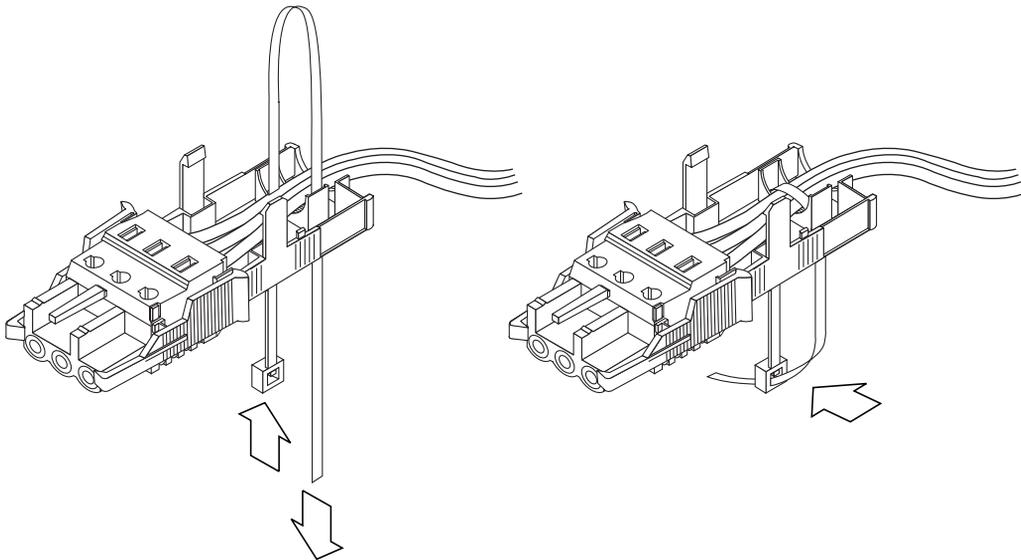

FIGURE 3-8 Rattachement des fils au boîtier
- 3. Insérez le serre-câbles dans la partie inférieure du boîtier (voir la FIGURE 3-8).**
- 4. Avec le serre-câbles, faites une boucle autour des fils, puis faites-le sortir du boîtier. Serrez ensuite le serre-câbles pour que les fils soient bien attachés au boîtier (voir la FIGURE 3-8).**